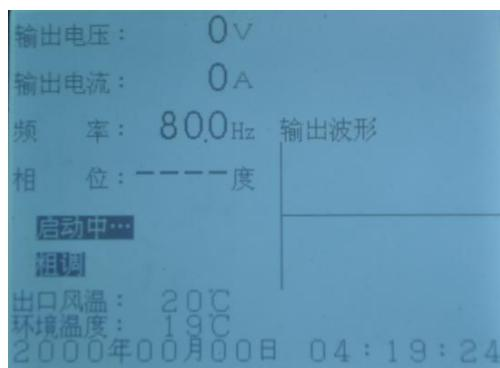

图 21 变频电源装置启动时屏幕显示
- 7.3.5 按“启动”按钮，此时变频电源装置启动。在这个过程中依次完成风扇启动、预合闸、合闸。需要大约 5 秒钟，屏幕提示如下图 21 所示，屏幕显示“系统启动中……”，数秒钟后屏幕显示“启动完成”，系统进入待升压状态。